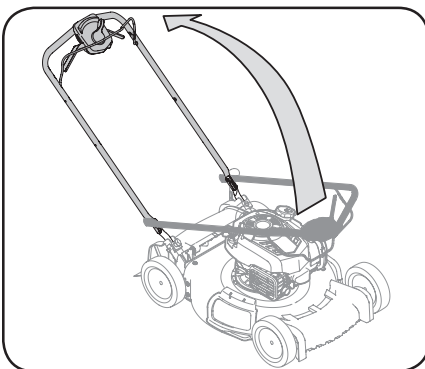

Figure 2-2
3. Assurez-vous que la tondeuse est stable, puis faites pivoter la poignée supérieure vers le haut. Voir Figure 2-2. Faites attention à ne pas pincer les câbles lorsque vous déployez la poignée. Les câbles doivent être installés du côté extérieur de la poignée.